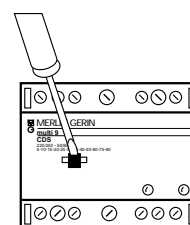

Fig. 10. Réglage du seuil.
- régler le seuil en tournant la molette (fig. 10)